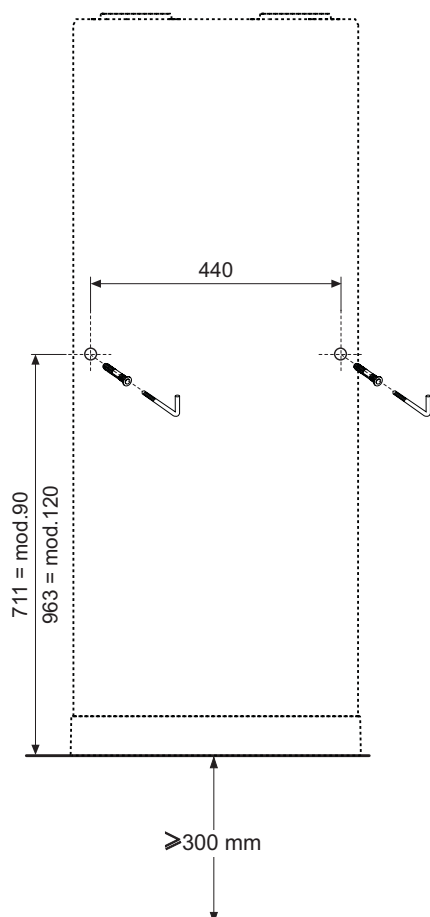

fig. 30 - Indicación de la perforación
- Perforar como se indica en fig. 30.